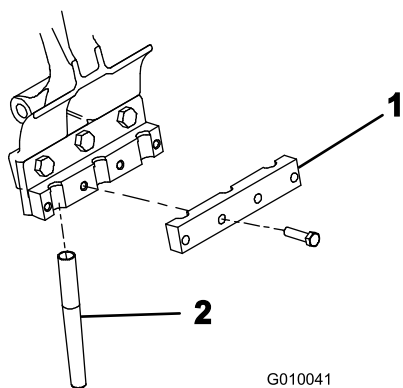

Figura 24
4. Su ogni portafustelle montate l'apposito pezzo di bloccaggio, utilizzando quattro bulloni di 3/8 x 1-1/2 poll. (Figura 24). Non serrate i bulloni.